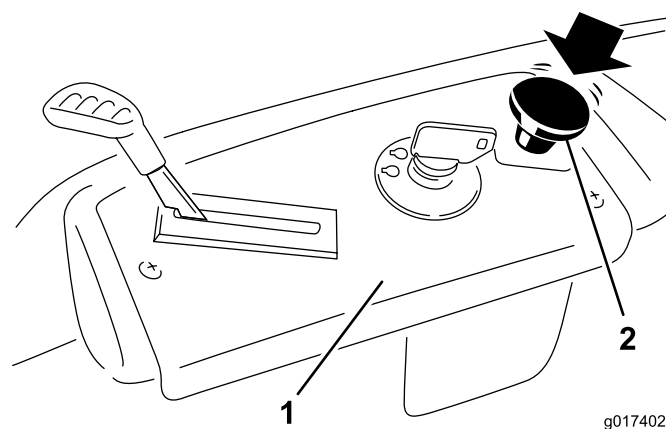

Figura 15
Empurre o interruptor de controlo da lâmina para o mover para posição Off (desligado) e desengatar as lâminas (Figura 15).
1. Desengate as lâminas movendo o interruptor de controlo da lâmina para Off (Figura 15).